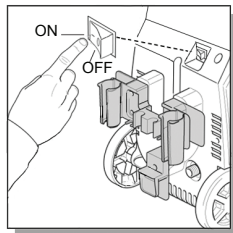

Fig. 15
- Asegúrese de que el interruptor "ON/OFF" está en la posición "OFF". El interruptor de alimentación tiene símbolos internacionales de 'on' y 'Off': En (--) apagado (O). (Fig. 15)